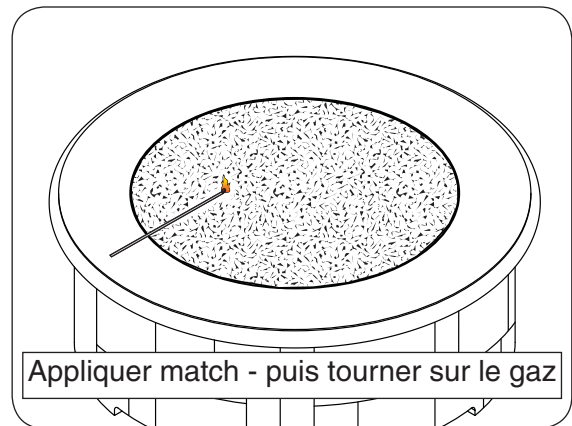

Fig. 36-1
3. Poser une allumettes à tige longue éclairé sur la surface des médias décoratifs près du brûleur (**ne pas tenir le match en main**) ou utiliser un briquet au butane long cou éclairé (Fig. 36-1).